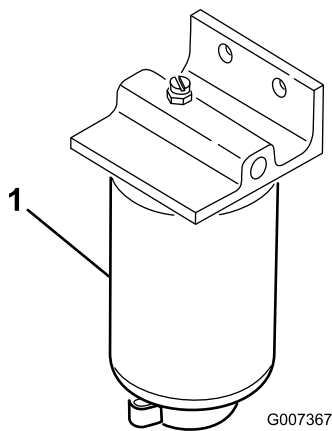

Bild 78
1. Stellen Sie einen sauberen Behälter unter den Kraftstofffilter (Bild 78).